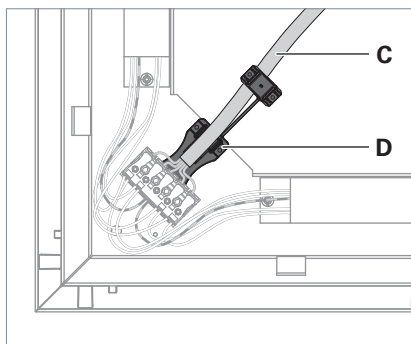

Fig. 6: Zugentlastung montieren.
- Fixieren Sie die Anschlussleitung **C** mit der Zugentlastung **D**, siehe Fig. 6.